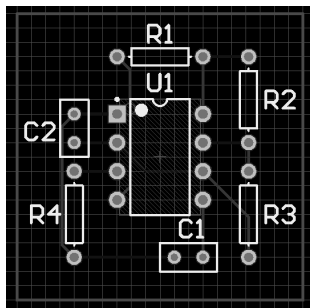

图 3.1.20 布好线的 PCB 板图
(2) 软件开始自动布线。布好线的 PCB 板如图 3.1.20 所示。